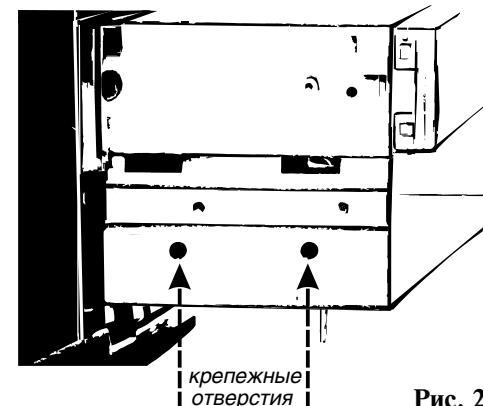

Рис. 2.4
- Выдвиньте вперед металлический блок. Рис. 2.4.
- С двух сторон блока открутите винты крепления пластмассового перчаточного ящика. Рис. 2.4.
7. Штатные отверстия, через которые крепился перчаточный ящик, рис. 2.4, необходимо увеличить (рассверлить, раскрутить саморезами).
14. Установите бортовой компьютер в отсек. Штатные отверстия, рис. 2.4, в металлическом блоке через которые крепился перчаточный ящик и крепежные отверстия на кронштейнах, должны совпадать. Наживите и затяните саморезы.